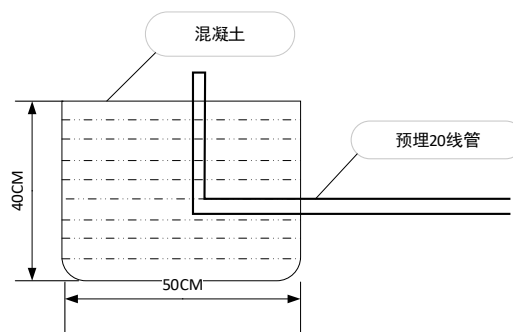

图 5-1 安装前准备
(1) 设备安装前先在地面开挖一个深 400mm、长 450mm、宽 400mm 的土坑，且做好 PVC 线管预埋（线管可用 $\text{Ø}20$ 的），如图 5-1。